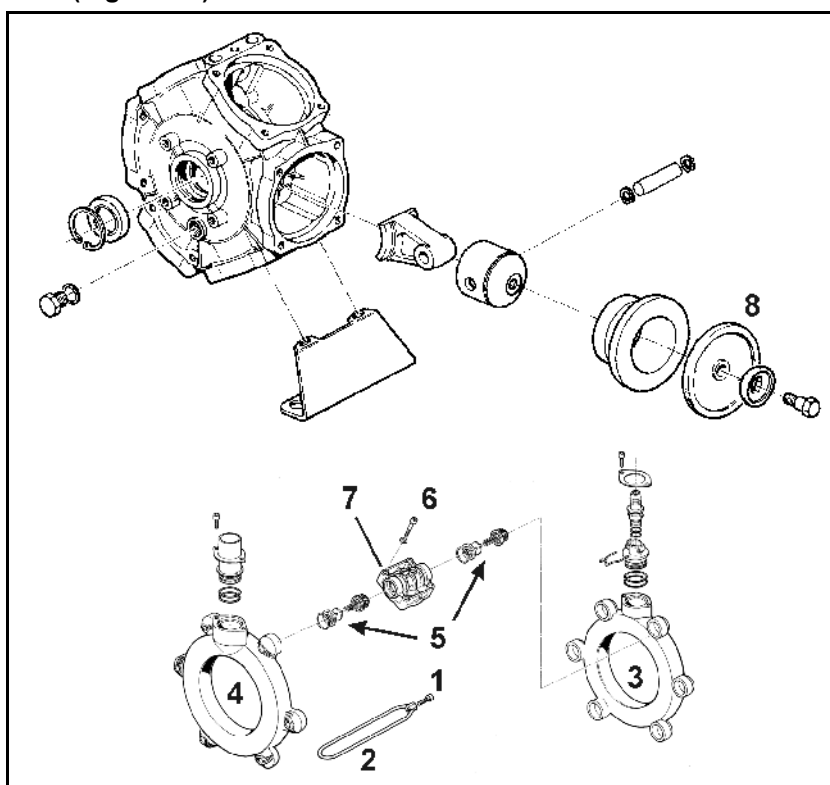

Fig. 149
- Desmontando la membrana de émbolo (Fig. 149/1) comprobar su estado por lo menos una vez al año.
- ¡Observar la posición de montaje de las válvulas del lado de aspiración y de presión (Fig. 149/5).
- Si sólo una membrana de émbolo está hinchada o porosa, reemplazar las membranas de todos los émbolos (Fig. 149/6).
2. Aflojar los tornillos (Fig. 149/1) y quitar el estribo de sujeción (Fig. 149/2).
3. Quitar tubo de aspiración y de presión (Fig. 149/3 und Fig. 149/4).
4. Extraer los grupos de válvulas (Fig. 149/5).
5. Quite los tornillos (Fig. 149/6).
6. Quite la culata de cilindro (Fig. 149/7).
7. Comprobar la membrana de émbolo (Fig. 149/8).
8. Reemplazar las membranas defectos (Fig. 149/8).